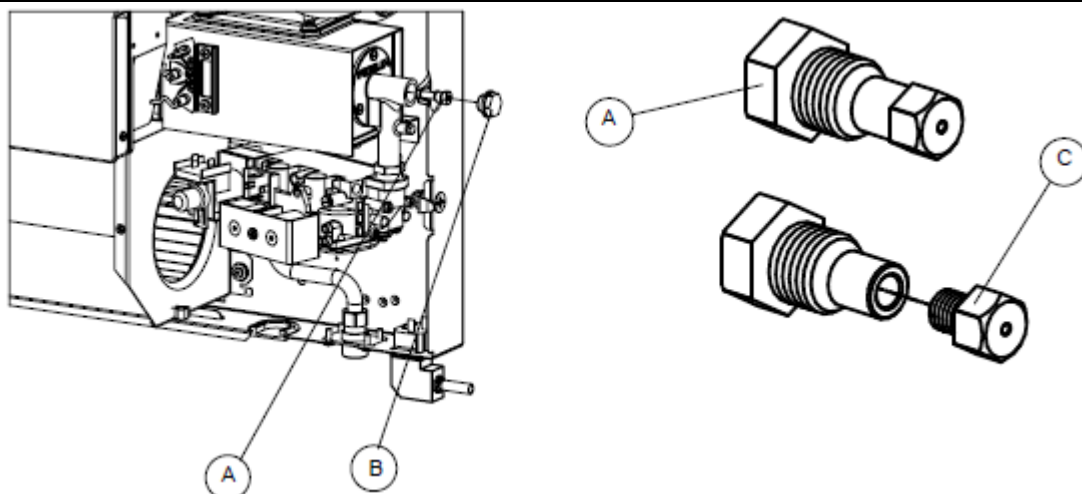

Рисунок 20 – Фрагмент горелки Abby; фрагмент опоры форсунки и форсунка
3. Открутите заглушку В при помощи гаечного ключа № 19 (см. Рисунок 20).
4. При помощи торцевого гаечного ключа №10, открутите опору А форсунки (см. Рисунок 20).
5. Открутите форсунку С с опоры А, и замените её (см. Рисунок 20).